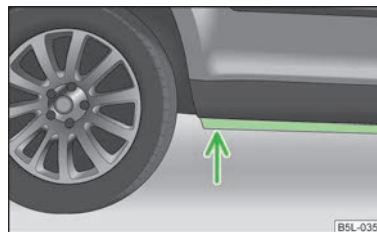

Fig. 134
- Înainte de traversarea zonei inundate, stabiliți adâncimea apei. Nivelul apei nu are voie să depășească nervura lonjeronului inferior » fig. 134;